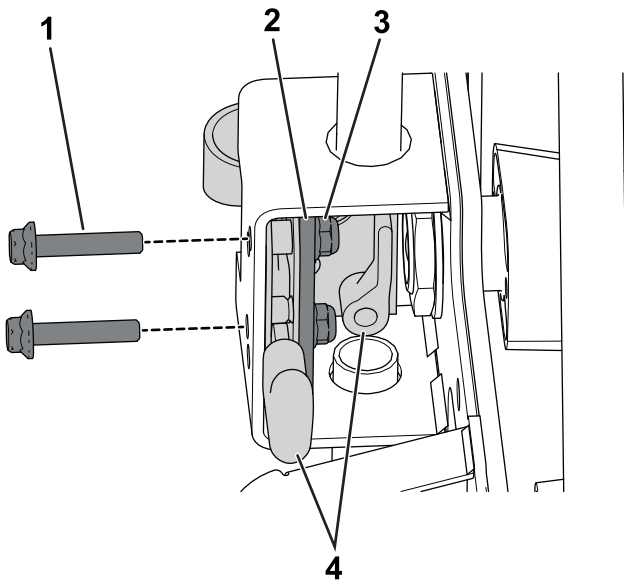

Bild 1
1. Entfernen Sie die Schrauben, die Stützplatte und die Muttern, mit denen die Riegel an der Griffhalterung befestigt ist (Bild 1).
6. Montieren Sie die Riegel an der Griffhalterung mit den Befestigungsmitteln, die Sie im Schritt 1 entfernt haben, siehe Bild 1.